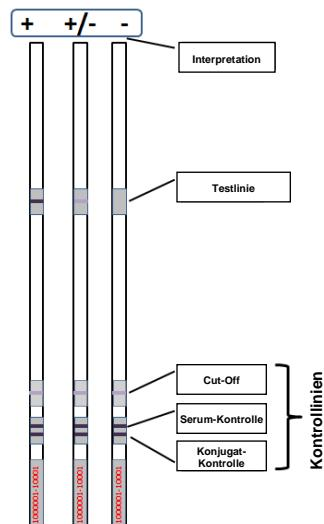
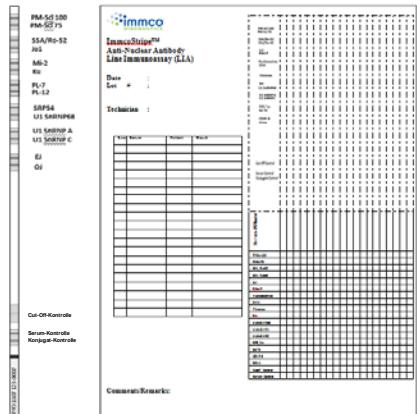

Abbildung 1: Schematische Darstellung von reagierten LIA-Streifen mit einer Testlinie.
Abbildung 2: Schematische Darstellung des Berichtsblattes
- Die Testlinien sind über den Cut-Off-, Serum- und Konjugat-Kontrolllinien platziert, wie es in der schematischen Darstellung gezeigt wird (Abbildung 1). Serum- und Konjugat-Kontrolllinien erscheinen auf dem gleichen Teil der Nitrocellulose an der Unterseite des Streifens.
- Wie bezeichnet in Abbildung 1 sollten die Serum- und Konjugat-Kontrolllinien eindeutig positiv sein, was ein erfolgreiches Experiment anzeigen. Der Cut-Off ist eine schwache Linie mit Variation in der Intensität basierend auf den Versuchsbedingungen. Die schematische Darstellung in Abbildung 1 zeigt eine beispielhafte Testlinie. Beim LIA (Abbildung 2) gibt es 14 Testlinien und 3 Kontrolllinien. Die Testlinienentwicklung hängt von der Probe ab. Positive Reaktionen können mit variierenden Intensitäten von schwach bis stark auftreten. **Schwache Reaktionen sollten sich im Vergleich zur Intensität der bereitgestellten Cut-Off-Linie innerhalb des Streifens befinden.** Reaktionen, die deutlich dunkler oder dichter sind als die Intensität der Cut-Off-Linie sollten als positiv betrachtet werden.
Das Myositis LIA kann Autoantikörper zu den folgenden Antigenen nachweisen: PM-Scl100, PM-Scl75, Ro-52, Jo-1, Mi-2, Ku, PL7, PL12, SRP54, U1RNP68, U1RNP A, U1RNP C, EJ und OJ. Siehe Abbildung 2 zu individuellen Antigen- und Kontrolllinien-Positionen.